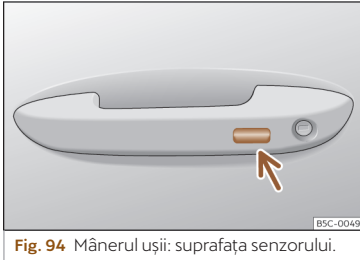

Fig. 94 Mânerul ușii: suprafața senzorului.
- **SAU** utilizând sistemul Keyless Access (nu mai încuiere): Țineți apăsată câteva secunde suprafața senzorului de încuiere >>> **fig. 94** (săgeată) de pe mânerul portierei, pentru a închide geamurile și trapa. Dacă eliberați suprafața senzorului, închiderea se întrerupe.
- Pentru a închide trapa, țineți apăsată suprafața senzorului de încuiere >>> fig. 94 (săgeată) de pe mânerul ușii. Dacă eliberați suprafața senzorului, închiderea se întrerupe.